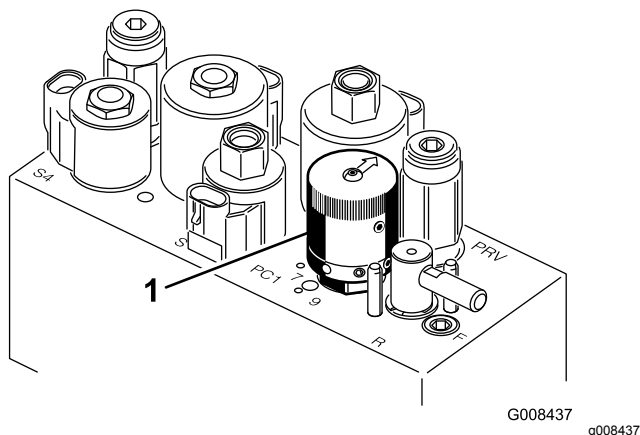

Figure 29
4. Pour régler la vitesse des cylindres, tournez le bouton (Figure 29) jusqu'à ce que la flèche soit en face du numéro correspondant au réglage voulu.